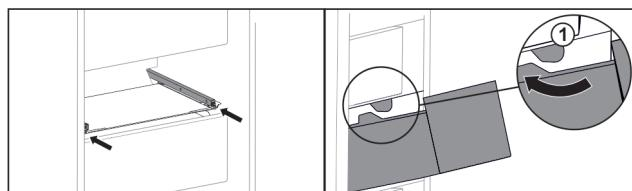

Fig. 100
- Ghidați sertarul în jurul opritorului Fig. 100 (1).